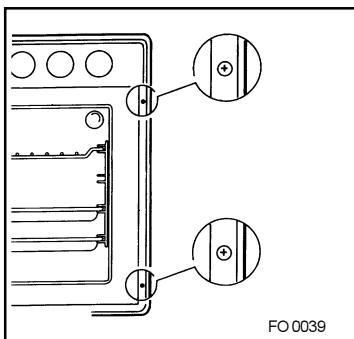

Fig. 14
- Ouvrir la porte du four et fixer le corps du four au meuble à l'aide de quatre vis à bois s'adaptant aux trous pratiqués à cet effet sur les montants latéraux (Fig. 14).